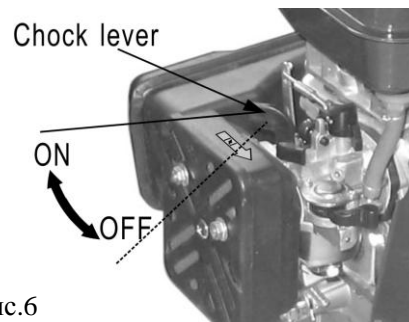

Рис.6
2. Установите рычаг дросселирования в положение OFF (Рис. 6).